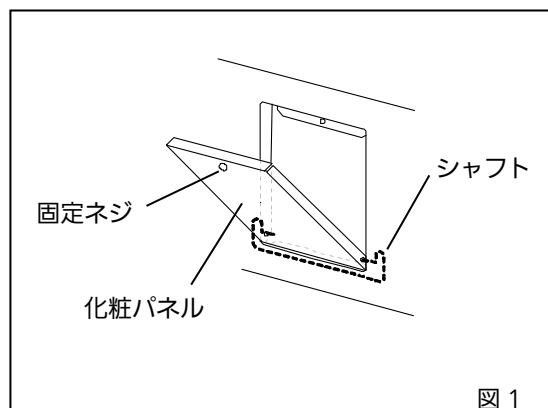

図 1
1. 自記温度記録計の取付位置にある化粧パネルの固定ネジを外して、化粧パネルを手前に開いてください。その後、シャフトを左右に広げて、化粧パネルを外してください [図 1]。